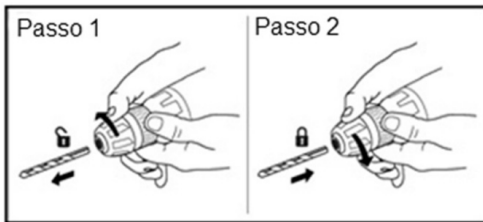

Fig. 3 – Instalando e extraíndo o acessório
1. Abra o mandril (1) da Furadeira/Parafusadeira (Fig. 3, passo 1)
2. Insira a broca ou a ponteira/bits no mandril (1);
3. Feche o mandril (1) (Fig. 3, passo 2)